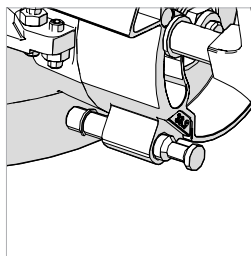

Fig. 45
Nota: Se proporciona un tope positivo en el ángulo de bisel de 33,9°. Se puede acceder a él desplegando (empujando hacia dentro) el seguro del bisel de 33,9°. (**Fig. 45**) Normalmente, el seguro del bisel se debería dejar en posición no desplegada (sacado).
- Despliegue el seguro del bisel de 33,9° empujándolo completamente hacia dentro. (**Fig. 45**)